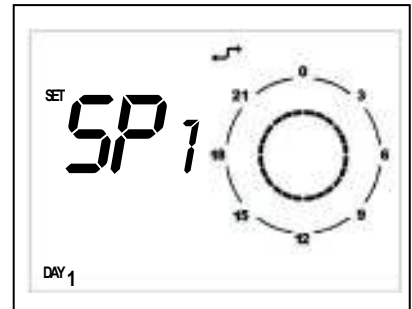

Figura 17
- Sul display in basso a sinistra comparirà la scritta **SP n** dove *n* indica il numero del set point giornaliero (Figura 17) selezionabile attraverso i tasti **UPLEV** e **DOWNLEV**.